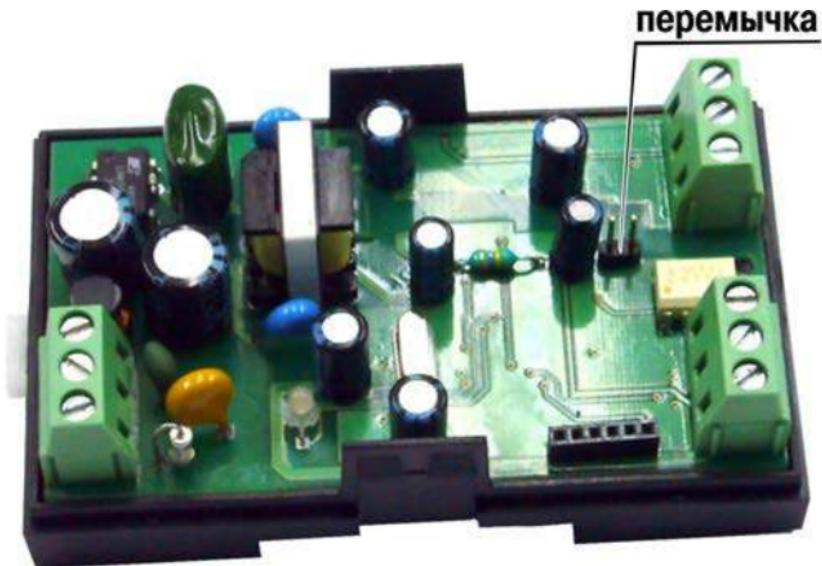

Рисунок 10.1 - Установка перемычки на плате
- установить перемычку (см. рисунок 10.1);